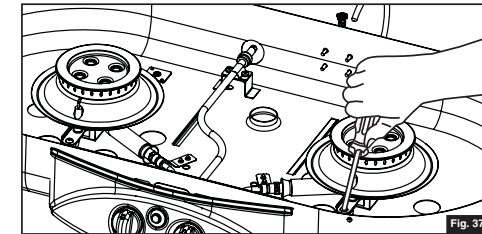

Fig. 37
4. Usando un destornillador, quite los tornillos de auto rosca que sostienen las abrazaderas del quemador y saque los quemadores. (Fig. 37)